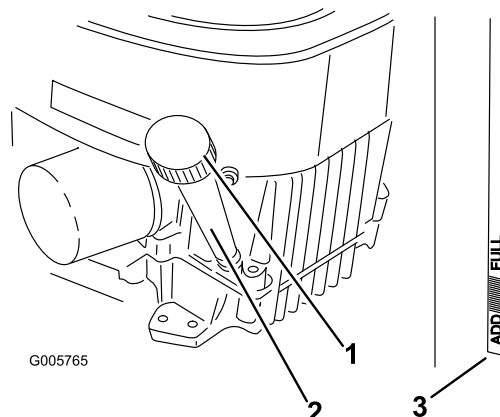

Figura 25
3. Limpie alrededor de la varilla de nivel de aceite (Figura 25) para impedir que caiga suciedad por el orificio de llenado y cause daños en el motor.
4. Desenrosque la varilla de aceite y limpie el extremo (Figura 25).